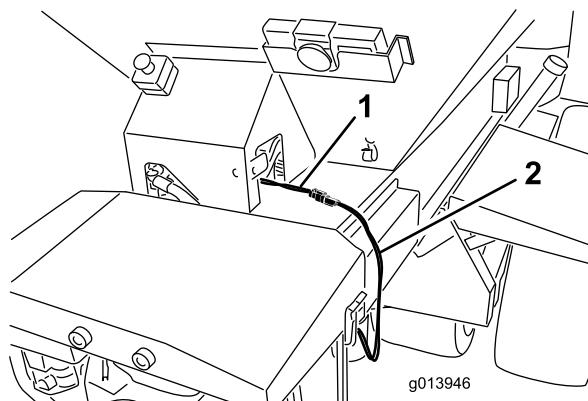
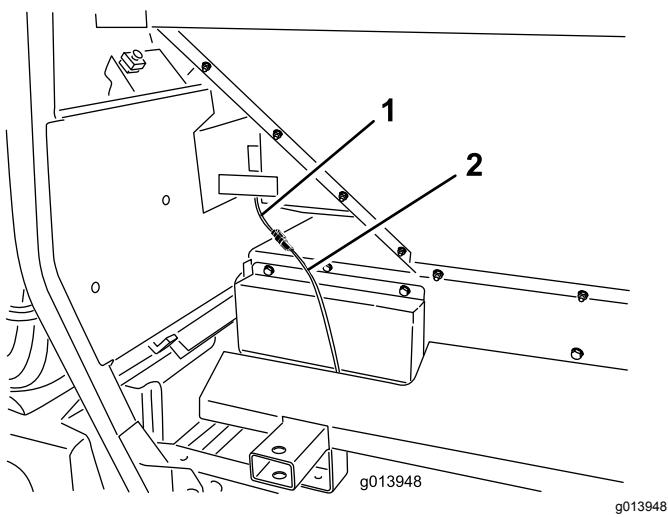

Bild 18
Bild 19
46. Stecken Sie den Zwischen-Kabelbaum in den Stromkabelbaumanschluss am ProPass (Bild 18 oder Bild 19).